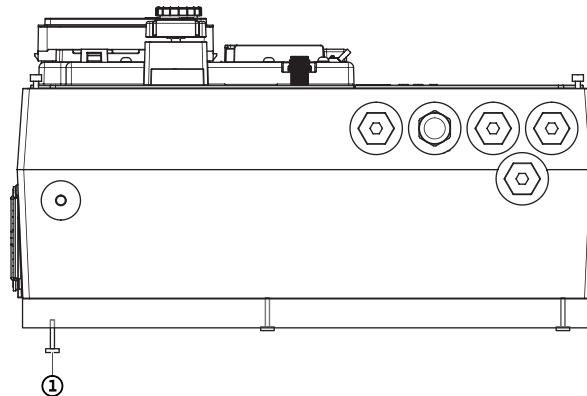

Fig. 116: Adapterilevyn irrottaminen
6. Avaa elektroniikkamoduulin alisivulla (Fig. 116, Pos 1) olevan adapterilevyn ruuvit.